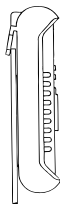

Рис. 6.3
4. Закреплять мультиметр вертикально во время работы и хранения (рис. 6.3 – на панель, рис. 6.6 – на кабель подходящего диаметра).